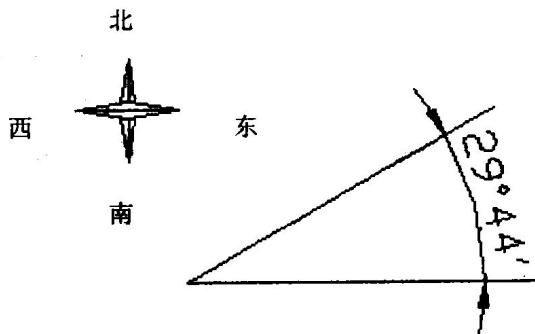

图 1.9 勘测角度设计示例
- ◆ 【勘测】 以方位的形式显示角度，N、S、W、E 分别表示正东、正南、正西、正北，如 E $29^\circ 44'N$ 表示东偏北 $29^\circ 44'$ ，如图 1.9 所示。